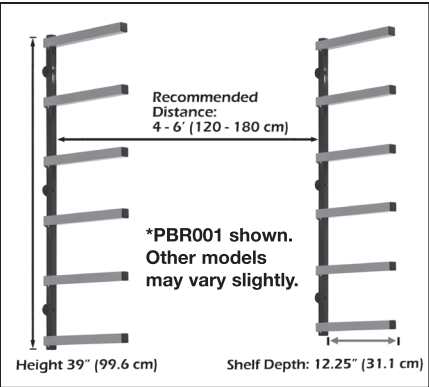

Figure 3
3. Installation sur du placo-plâtre ou des cloisons type panneaux : Il est important de s’assurer que l’étagère pour bois d’oeuvre Portamate puisse être fixée sur une ossature solide. Assurez-vous que vous percez bien au centre des montants du mur. Vous pouvez faire varier la distance entre les barres verticales. La distance conseillée est de **120 cm à 180 cm (4 pi. – 6 pi.)** pour supporter le poids maximal. Pour des matériaux soit plus lourds soit plus longs, vous pouvez utiliser plusieurs étagères. Figure 3.